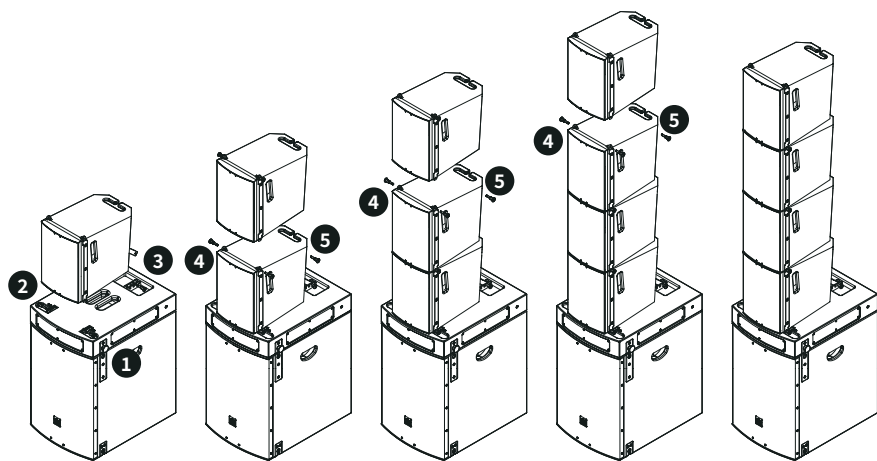

图 12. 使用 M-F3A S12 PRO SFi 和 M-F3A S15 PRO SFi 吊架安装堆叠阵列
2. 将第一个 M-F3A 或 M-F3A PRO 音箱放在堆叠架上，将音箱下方的两个前部吊挂点与堆叠架固定，如图 12 所示。
7. 重复前面的三个步骤以安装更多的 M-F3A 或 M-F3A PRO 音箱，如图 12 所示。该堆叠架上至多可堆叠 4 个音箱。